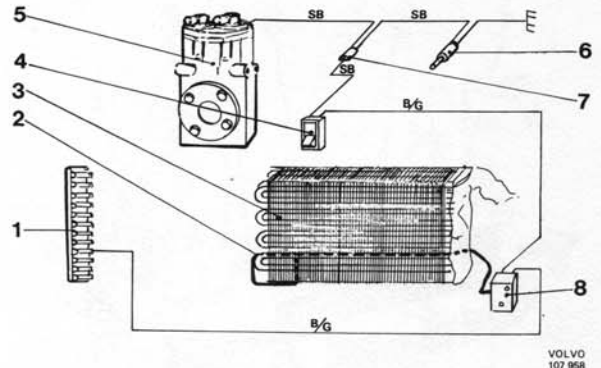

Abb. 10 Inneres Schaltbild für Klimaanlage spät. Ausf.
Die Klimaanlage spät. Ausf. (Abb. 10) kommt in Fahrzeugen mit Kombinationsheizgerät (ab Bauj. 1973) zur Anwendung. Der Thermostat (8) ist am Einlaufrohr des Verdampfers angeschlossen; sein Fühlkörper ist ebenfalls zwischen den Kühlrippen eingesteckt. Dieser Typ des Thermostaten ist nicht einstellbar. Entsprechend seiner Grundeinstellung unterbricht er den Strom zur Kompressorkupplung, wenn die Temperatur im Kältemittelverdampfer auf ca. +3°C abgesunken ist. Steigt die Temperatur im Verdampfer an, wird der Stromkreis geschlossen und der Kompressor beginnt wieder zu arbeiten.